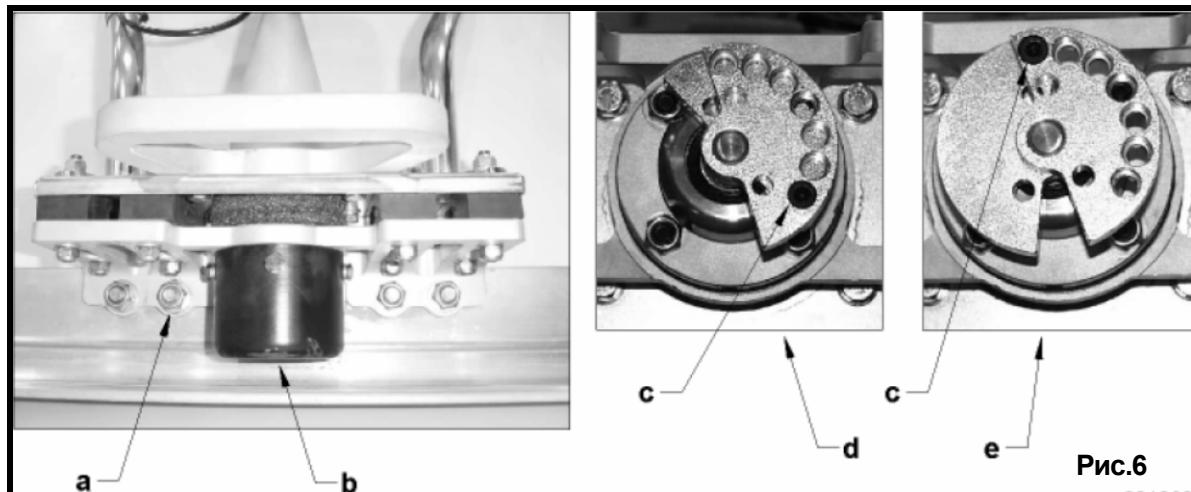

Рис.6
1. Отверните 4 болта (**a**), крепящих лезвие к силовому агрегату (рис.6).